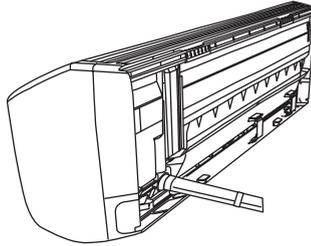

图7
(1) 当要把铜管从后面引出时，将铜管、排水管 and 连接电缆一起用附件 ⑫ 胶带绷紧。（图7）